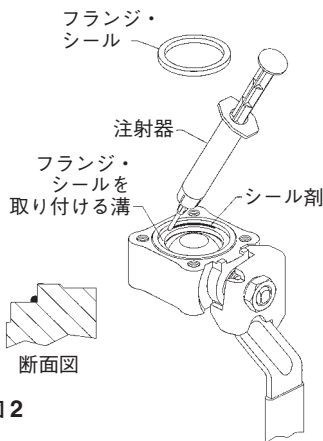

図 2
26. 注射器を使用して、センター・ボディのフランジ・シールを取り付ける溝部分のコーナー部分に、途切れのない円を描くように適切なシール剤を塗布します（図 2 を参照）。シール剤は、直径 1.5 mm 程度のサイズに塗布してください（全シリーズ共通）。シール剤は、溝の深さの 1/3 を超えないよう、また溝の幅の 1/3 を超えないようご注意ください。